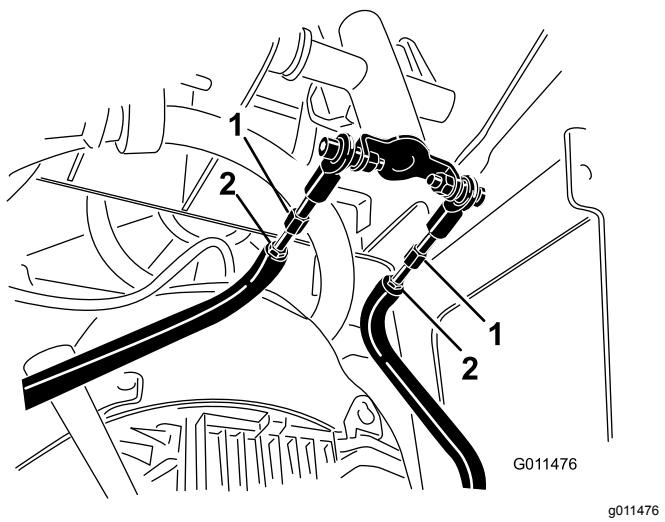

図 57
- D. 走行ロッド コントロールパネル下 のジャムナットをゆるめる 図 57。